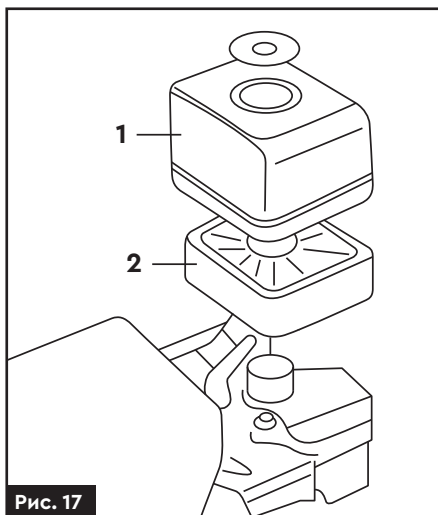

Рис. 17
1. Зніміть кришку повітряного фільтра (1) і повітряний фільтр (2) (рис. 17).
2. Очистіть повітряний фільтр (2) будь-яким м'яким засобом, який не містить у своєму складі займистих компонентів.
3. Просушіть повітряний фільтр (2) (рис. 17).
4. Змочити повітряний фільтр (2) (рис. 17) моторною оливою і видалити надлишки оливи.
5. Вставте повітряний фільтр (2) (рис. 17) і кришку повітряного фільтра (1) (рис. 17) на місце.